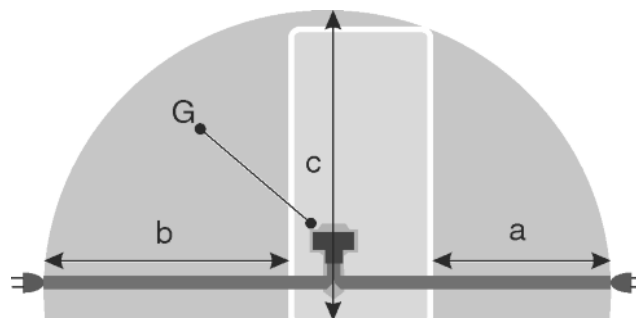

Fig. 27
- De contactdoos bevindt zich buiten het bereik van de achterzijde van het apparaat in het desbetreffende gedeelte *Fig. 27 (a, b, c)*.
- Breng de apparaatstekker *Fig. 27 (G)* aan de achterzijde van het apparaat aan. Let op het correct vastklikken.